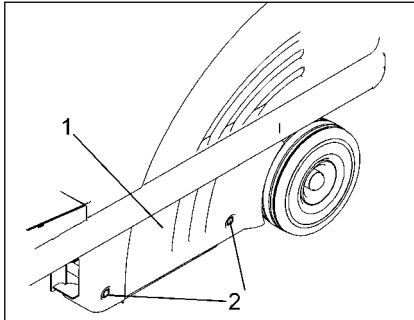

Abb.15
- Verriegelungen (Abb.15/2) mit dem im Beipack befindlichen Vierkantschlüssel öffnen (gegen Uhrzeigersinn drehen).
- Abdeckung (Abb.15/1) abnehmen